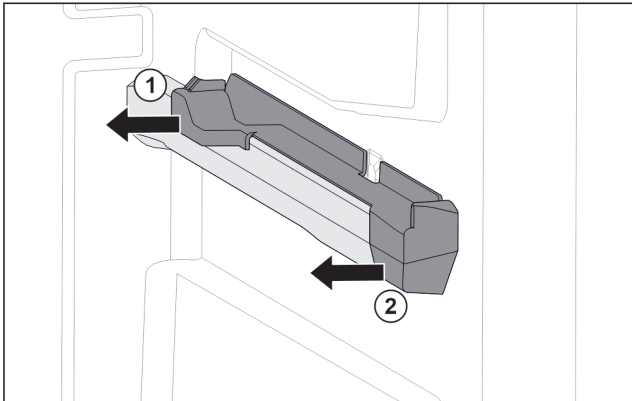

Fig. 33 Insteekkelement op rechter containerrib
- ▶ Insteekkelement achter naar de zijkant toe eraf trekken. Fig. 33 (1)
- ▶ Insteekkelement voor naar de zijkant toe eraf trekken. Fig. 33 (2)